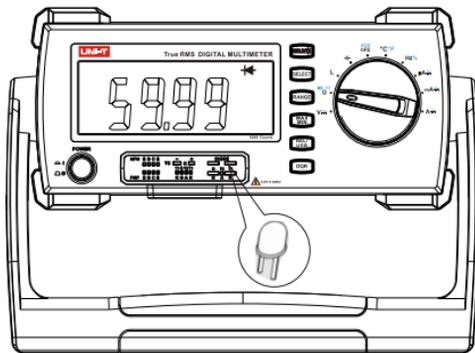

图3
- a) 使用UT-S03A(Muti-Function Socket)插到台式机正确的位置:(如图3)